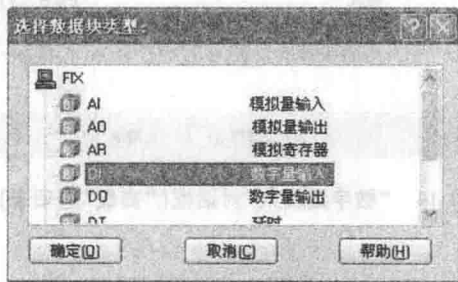

图 1-12 “选择数据块类型”对话框
(1)在“数据库管理器”窗口工具栏中,单击“添加”按钮弹出“选择数据块类型”对话框,如图 1-12 所示。